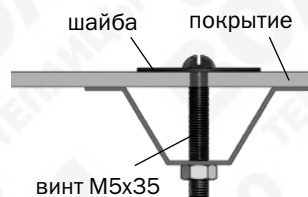
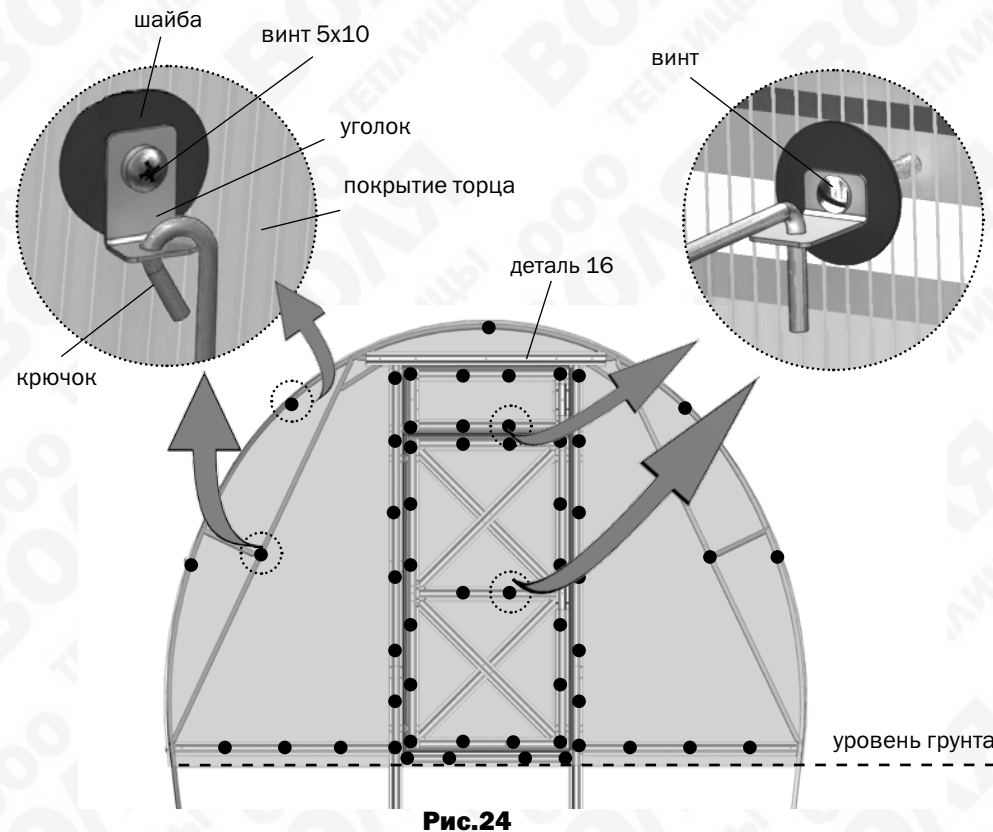

Рис.16
Рис.24
**3.** Установите боковины торца в соответствии с **рис.24**. Придерживая кусок покрытия, закрепите его винтами с шайбами по деталям **6к, 7, 8** (**рис.16**).
**6.** Установите накладку торцевую **16** на покрытие торца и закрепите ее на детали **5** через покрытие (рис.20 и рис.24). Под деталью **16** находится стык кусков покрытия торца.
**8.** Шайбы и крючки на торце устанавливаются в соответствии с рис.24.